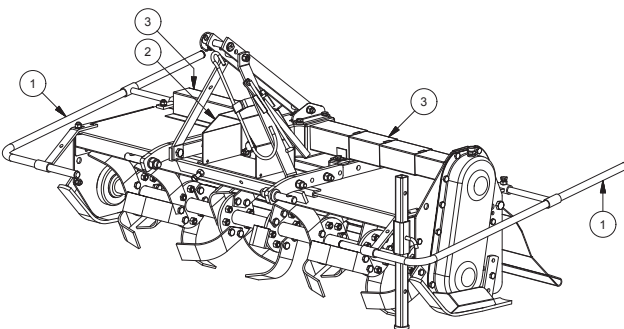

FIG. 12
- Protezione della presa di forza lato trattore (2, "Fig. 12").
- Tubi di protezione contro l'accesso alla zona degli utensili (1, "Fig. 12").
- Protezione albero di trasmissione (3, "Fig. 12")